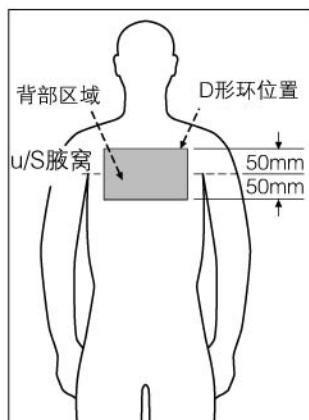

图10
7.1.4 滑动背部D形环(所有款式的安全带均有配备)至中央(肩胛骨之间)。(见图10)